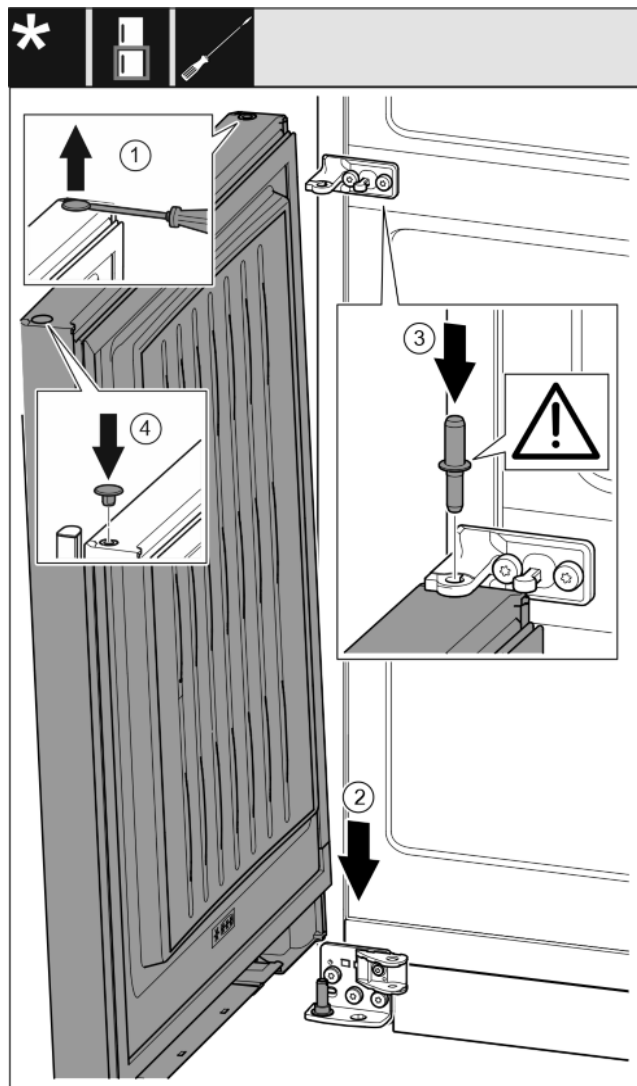

Fig. 32
- ▶ Levantar cuidadosamente los tapones con un destornillador para tornillos de cabeza ranurada y extraerlos. Fig. 32 (1)
- ▶ Colocar la puerta desde arriba sobre los pernos de apoyo inferiores. Fig. 32 (2)
- ▶ Insertar los pernos de apoyo centrales a través del soporte de apoyo central en la puerta inferior. Asegurarse de que el saliente de retención mire hacia atrás. Fig. 32 (3)
- ▶ Volver a colocar los tapones en el otro lado de la puerta. Fig. 32 (4)